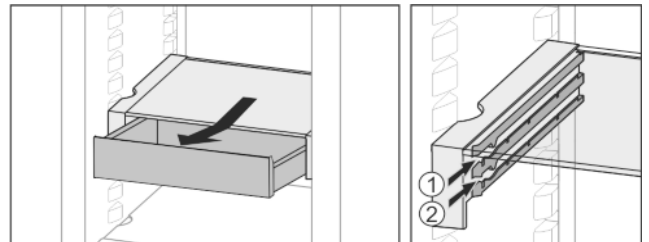

Fig. 20
- ▶ Lükake suvalisel kõrgusel Fig. 20 (1) või Fig. 20 (2) sisse.